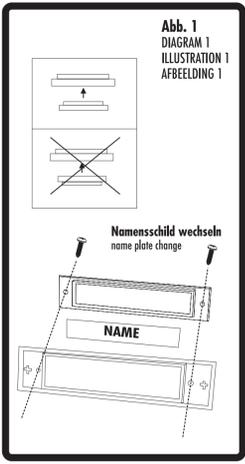

Abb. 1 DIAGRAM 1 ILLUSTRATION 1 AFBEELDING 1
Anpassen von Namensschild und Leuchtfeld (Abb. 1)
- 1. Entfernen Sie beide Schrauben und nehmen Sie das Namensschild auseinander. Zwischen den beiden Kunststoffteilen liegt die Folie für die Beschriftung. 2. Beschriften Sie die Folie mit einem wasserfesten Filzstift oder drücken Sie sich ein Namensschild mit den Abmessungen 71 mm x 15 mm per PC und Drucker aus. 3. Legen Sie das beschriftete Namensschild (Folie) zwischen beide Kunststoffteile und verschrauben Sie es wieder miteinander. 4. Achten Sie darauf, dass das obere Kunststoffteil richtig herum mit dem oberen Kunststoffteil zusammengesetzt wird (siehe dazu Abb. 1).